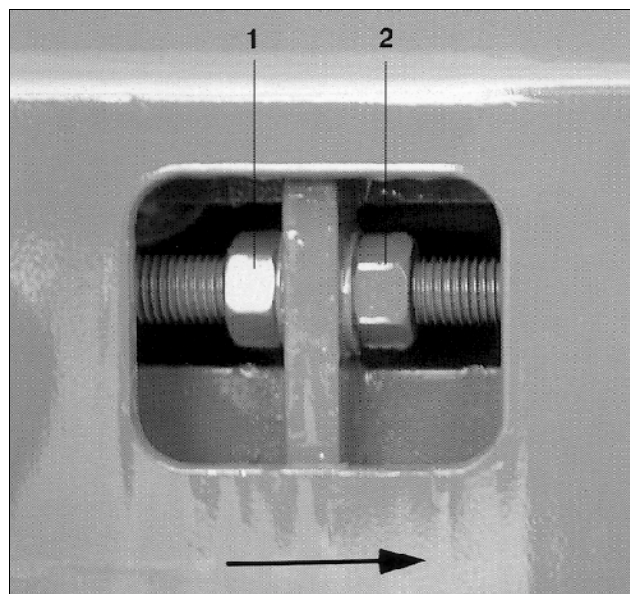

Fig. 55
1. in Fahrtrichtung gesehen (siehe Pfeil) beidseitig hintere Kontermuttern (Fig. 55/1), durch Linksdrehen lösen.
2. in Fahrtrichtung gesehen (siehe Pfeil) beidseitig Skt.-Muttern (Fig. 55/2) gleichmäßig nach links drehen.
Der Verstellweg der Skt.-Mutter (Fig. 55/2) muss auf beiden Seiten des Bandbodens gleich groß sein. Beide Skt.-Muttern (Fig. 55/2) nicht mehr als 1/2 Schlüsselumdrehung verdrehen. Kontermuttern festziehen und prüfen, ob das Förderband wieder gleichmäßig angetrieben wird.